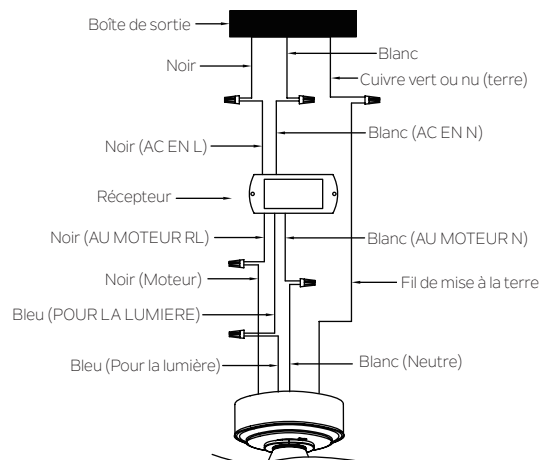

Fig. 14
Étape 2. Connexions électriques entre le moteur et le récepteur : Connectez le fil NOIR du ventilateur au fil NOIR marqué "AU MOTEUR L" du récepteur. Connectez le fil BLANC du ventilateur au fil BLANC marqué "AU MOTEUR N" du récepteur. Connectez le fil BLEU du ventilateur au fil BLEU marqué "POUR LA LUMIÈRE" du récepteur. Fixez toutes les connexions de fil avec les connecteurs de fil en plastique fournis. (Fig. 14)
Étape 3. Connexions électriques entre le récepteur à distance et la boîte de sortie : Connectez le fil NOIR (chaud) du plafond au fil NOIR marqué "AC EN L" du récepteur. Connectez le fil BLANC (neutre) du plafond au fil BLANC marqué "AC EN N" du récepteur. Fixez toutes les connexions de fil avec les connecteurs de fil en plastique fournis. (Fig. 14)
Étape 4. Si votre boîtier de prise de courant est équipé d'un fil de terre (vert ou cuivre nu), connectez-le aux fils de terre du ventilateur. Sinon, connectez le fil de terre du ventilateur au support de montage. Fixez la connexion du fil à l'aide d'un écrou en plastique fourni. Après avoir connecté les fils, écartez-les de manière à ce que les fils verts et blancs se trouvent d'un côté de la boîte de dérivation et les fils noirs et bleus de l'autre côté. (Fig.14)